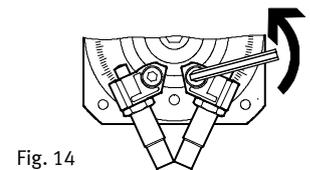

Fig. 14
- Svitare le viti di bloccaggio dei supporti ammortizzatore (Fig. 14). Per spostare i supporti ammortizzatore, allentare le viti di bloccaggio in misura appena sufficiente a consentire lo spostamento dei supporti.